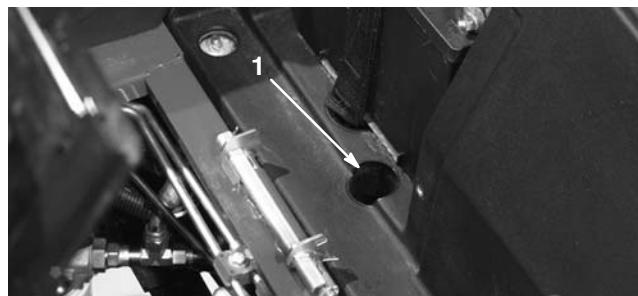

Bild 28
- Heben Sie den Sitz an und entfernen die Batterieabdeckung. Das Sicherheitsventil befindet sich vor der Batterie (Bild 28).